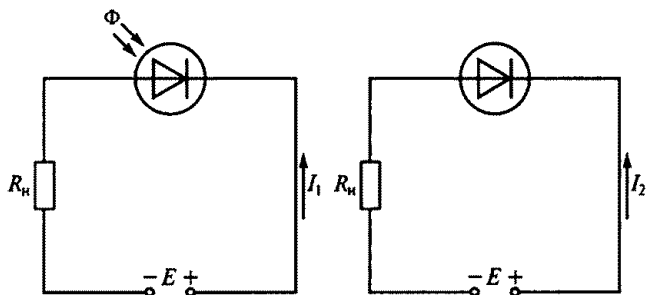

Рис. 189
7.37. Каково правильное соотношение между токами I_1 и I_2 в схемах на рис. 189, если фотодиод работает в режиме фотопреобразователя?